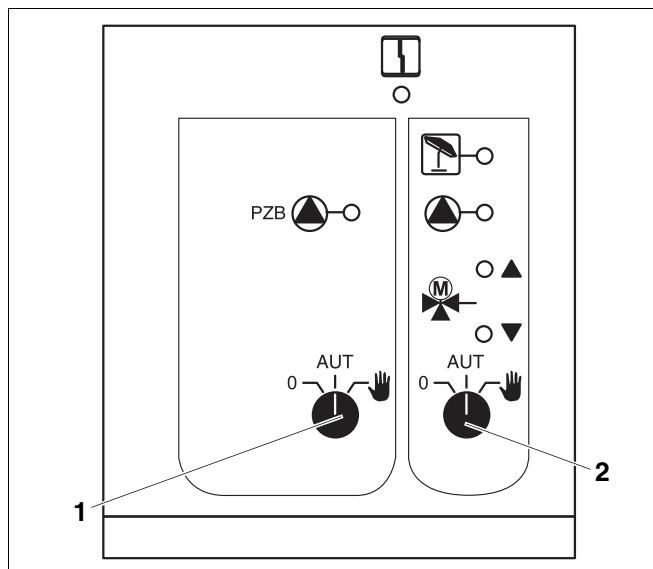

Fig. 22 Modulo centrale ZM 433
(fig. 22, **pos. 1**)
(fig. 22, **pos. 2**)